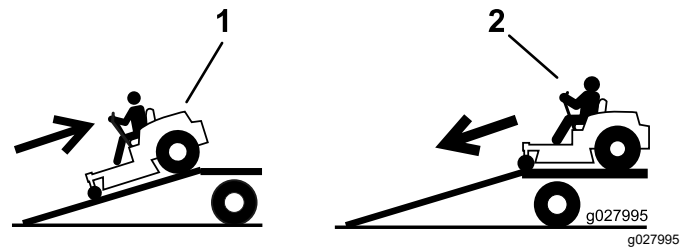

Figure 30
2. Descendez la rampe en marche avant (Figure 30).